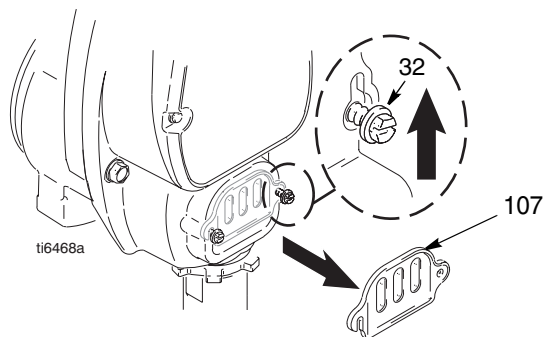

Рис. 15
4. Рис. 15. Ослабьте затяжку двух винтов (32) и снимите крышку штока поршневого насоса (107).